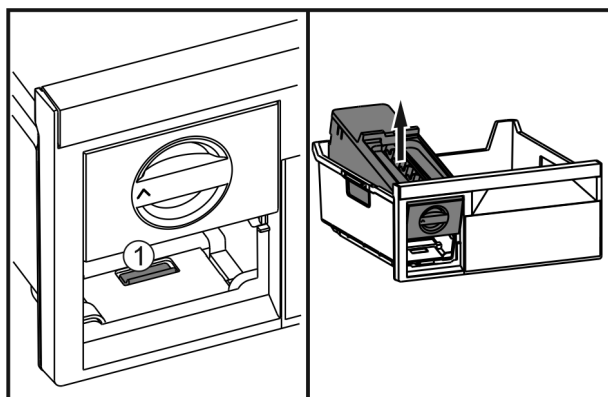

Fig. 42
- Nyomja meg a fület Fig. 42 (1), emelje meg hátulról az EasyTwist-Ice fiókot, és vegye ki a fagyasztófiókból.